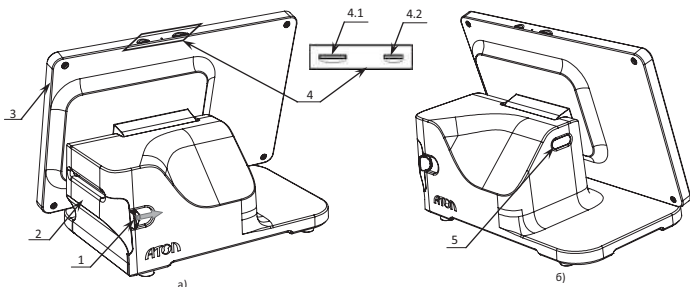

Рисунок 1. Вид сзади: а) сзади/справа; б) сзади/слева
6. Включить смарт-терминал – нажать и удерживать кнопку включения (рисунок 1 (б)) до тех пор, пока на экране планшета не появится надпись «АТОЛ». При включении ККТ проводит автоматическое самотестирование, которое занимает несколько секунд и при успешном его окончании ККТ распечатает сообщение «ККТ готова к работе».
- 2G/3G (в слот на верхней грани планшетной части должна быть установлена сим-карта (рисунок 1 п. 4.1)).